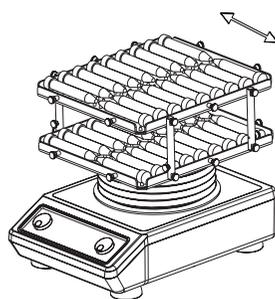

Abbildung 4
- (1). Die maximale Beladung auf der oberen Ebene darf 1 kg bei 70 U/min nicht übersteigen.
- (2). Um ein Herabfallen der Röhrcen bei zu großem Neigungswinkel zu verhindern, können zur Fixierung Gummibänder (88882103) verwendet werden. Die Röhrcen sollten dabei wie in Abbildung 4 ausgerichtet sein.